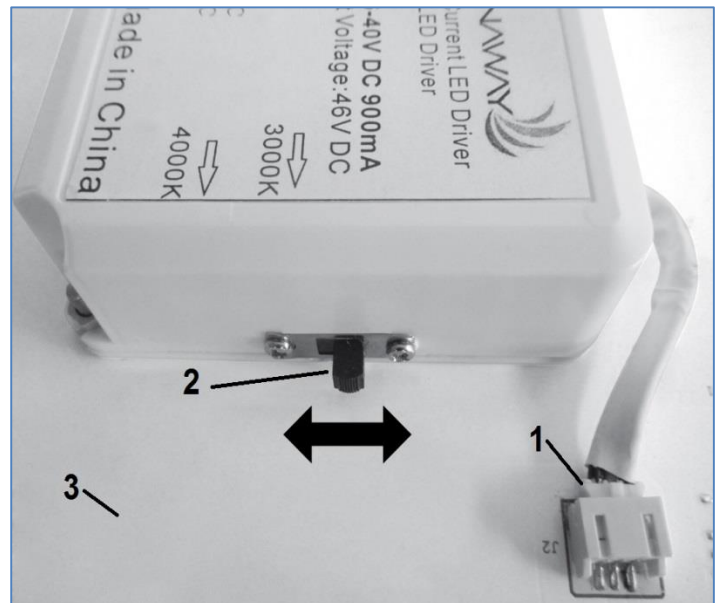
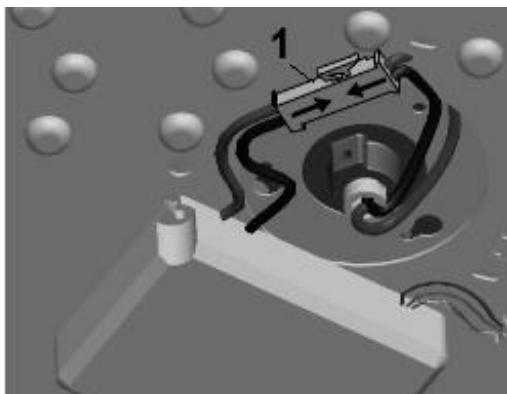

Abb. 7
Abb. 8
- 4) Verbinden Sie den oberen Stecker (1) vom Treiber mit der unteren Buchse (1) auf der LED-Platine (3). Abb.7
- 5) Wählen Sie gewünschte Farbtemperatur für das Licht (3000K oder 4000K), indem Sie den Schalter (2) in die gewünschte Einstellung bringen.
- 6) Verbinden Sie die Obere Buchse vom Motor mit der unteren Verbindung (1) vom Treiber. Abb.8